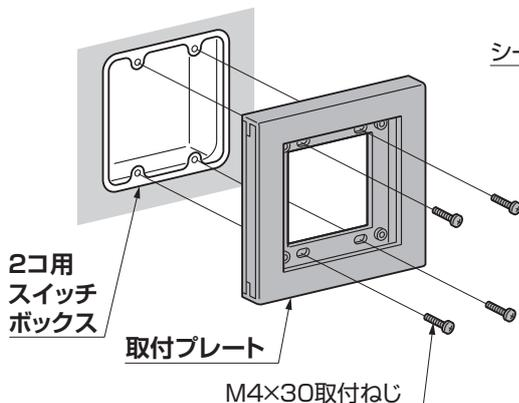

図3-6
②2コ用スイッチボックスに「M4×30取付ねじ」で取付プレートを固定してください。(図3-6参照)